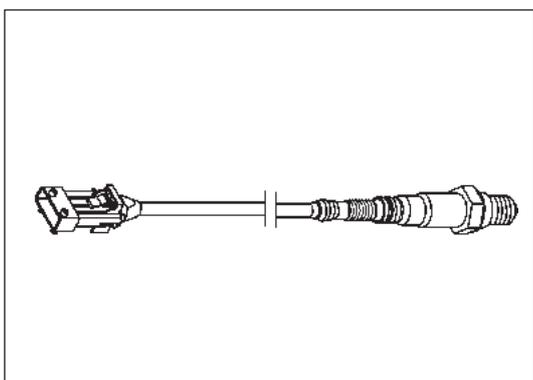
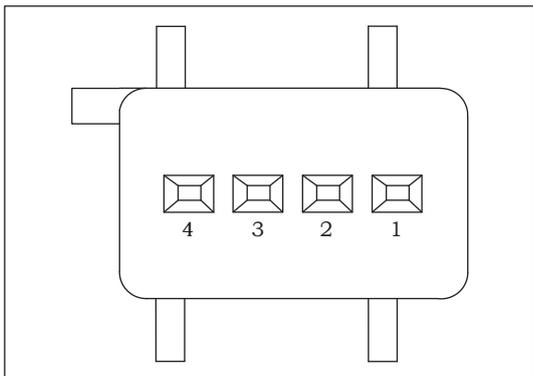

Рисунок 9-3-20. Установка отводящей трубки турбонагнетателя
Рис. 9-3-21. Контакты кислородного датчика
- (1) Принципиальная схема
- » См. рис. 9-3-20.
- (2) Назначение контактов
- » Все кислородные датчики снабжены проводами. В разьеме кислородного датчика четыре контакта: см. рис. 9-3-21.
- (3) Принцип действия
- (4) Правила использования
- (5) Меры предосторожности при установке